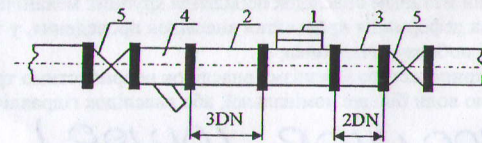

Рис. 3 Рекомендована схема встановлення лічильника
8.2. Лічильники необхідно встановлювати в місцях, зручних для зняття показань, технічного обслуговування і монтажу/демонтажу (рис.3). Обов'язковою умовою є повне заповнення трубопроводу водою під час експлуатації. Монтаж і введення в експлуатацію лічильників повинна здійснювати організація, яка має відповідний дозвіл та ліцензію.